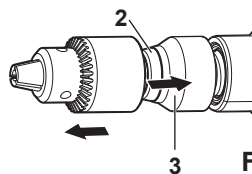

Fig. 7-2
2. Pour démonter le mandrin à clé, tirez le manchon de verrouillage [3] en arrière, sortez le mandrin puis relâchez le manchon de verrouillage (3) (Voir Fig. 7-2).